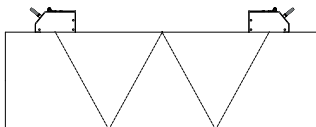

Abb. 3.7: 1 Strahl, 4 Schallwege,
- gerade, wenn die Messung in der Reflexanordnung durchgeführt wird (siehe Abb. 3.8 oder Abb. 3.7).
Weg, den das Ultraschallsignal zwischen den Sensoren zurücklegt - dem Sensor, der das Ultraschallsignal sendet und dem Sensor, der es empfängt. Ein Strahl besteht aus 1 oder mehreren Schallwegen (siehe Abb. 3.7 oder Abb. 3.8).